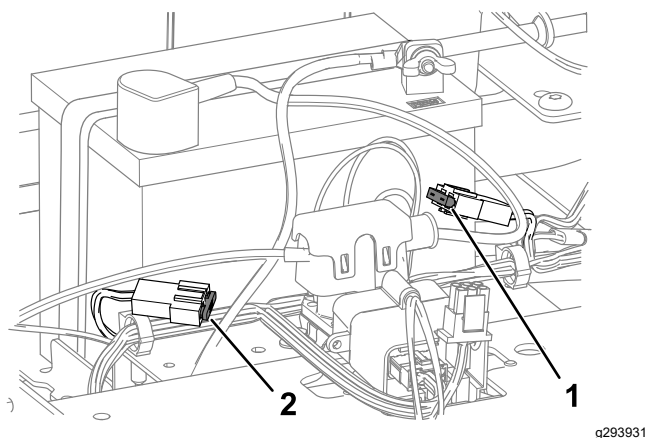

Figura 54
4. Para cambiar un fusible, tire del fusible para retirarlo (Figura 54).